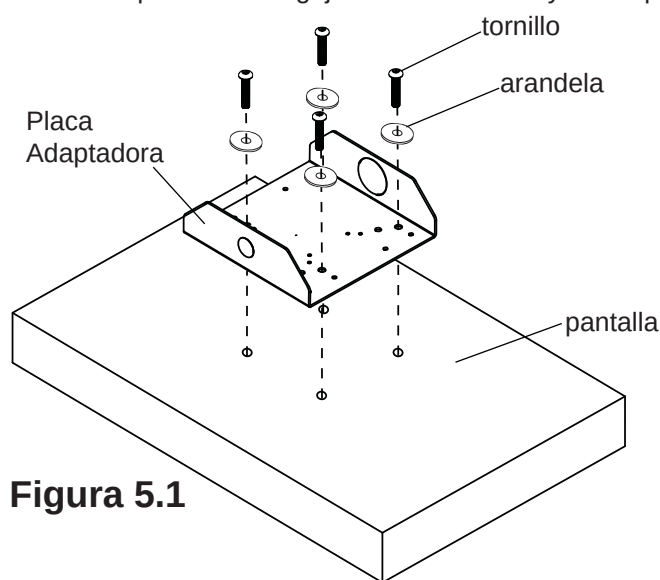
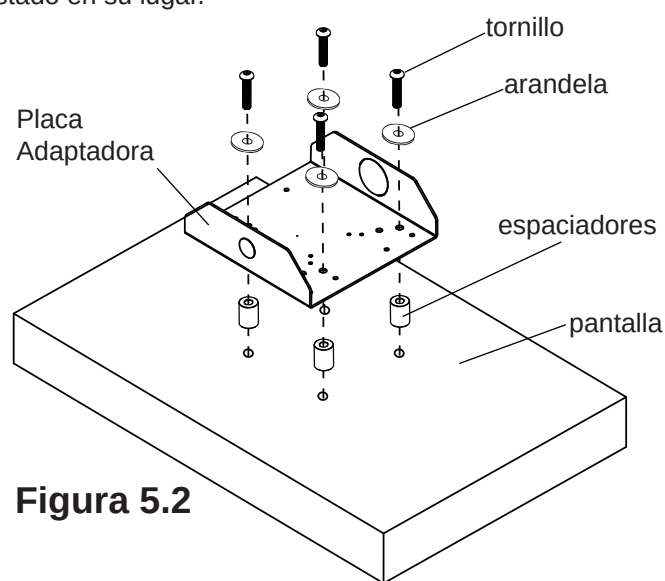

Figura 5.1
Figura 5.2
- 5** Seleccione el tornillo de seguridad que mejor se adapte a tu pantalla. Centro de soporte de adaptador de la columna (A) en la parte posterior de la pantalla y alinee los cuatro agujeros de montaje. Coloque la columna (A) a la pantalla con cuatro tornillos y cuatro arandelas con una llave allen (C) como se muestra en la figura 5.1. Si la pantalla tiene un golpeado o empotrada posterior puede utilizar espaciadores entre la pantalla y el soporte adaptador de la columna (A) como se muestra en la figura 5.2. El tornillo debe dar por lo menos tres vueltas completas en el agujero de instalación y debe quedar ajustado en su lugar.